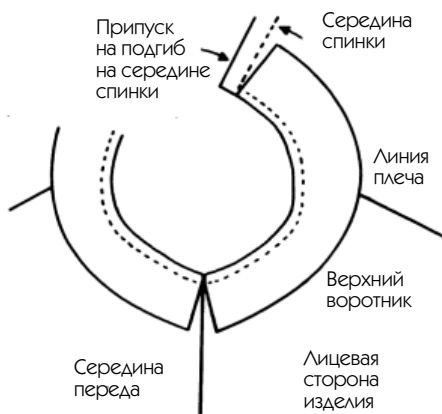

Рис. 178
5. На лицевую сторону лифа положите воротник лицевой стороной вверх, точка к точке, так, чтобы совпали линия втачивания воротника и линия горловины (рис. 178).